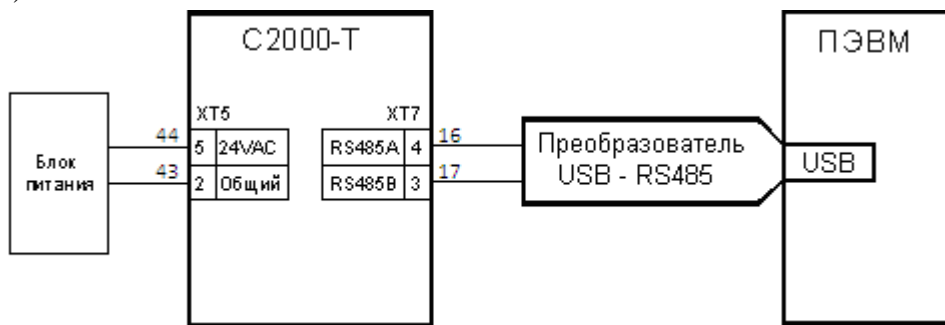

Рисунок 5.1 Схема для конфигурирования прибора
Запись в прибор программируемых параметров (конфигурирование) возможно как в составе системы, так и предварительно, в лаборатории КИП инсталлятора. При конфигурировании в составе системы рекомендуется обесточить силовое оборудование. Для конфигурирования в лаборатории КИП можно использовать схему, изображенную на рис. 5.1. При конфигурировании прибора подключать датчики и исполнительные механизмы не обязательно. Прибор «С2000-Т исп.01» можно также конфигурировать с помощью кнопочной клавиатуры и ЖКИ дисплея лицевой панели (см. п. 3.11 настоящего Руководства по Эксплуатации).
- Собрать схему согласно рис. 5.1.